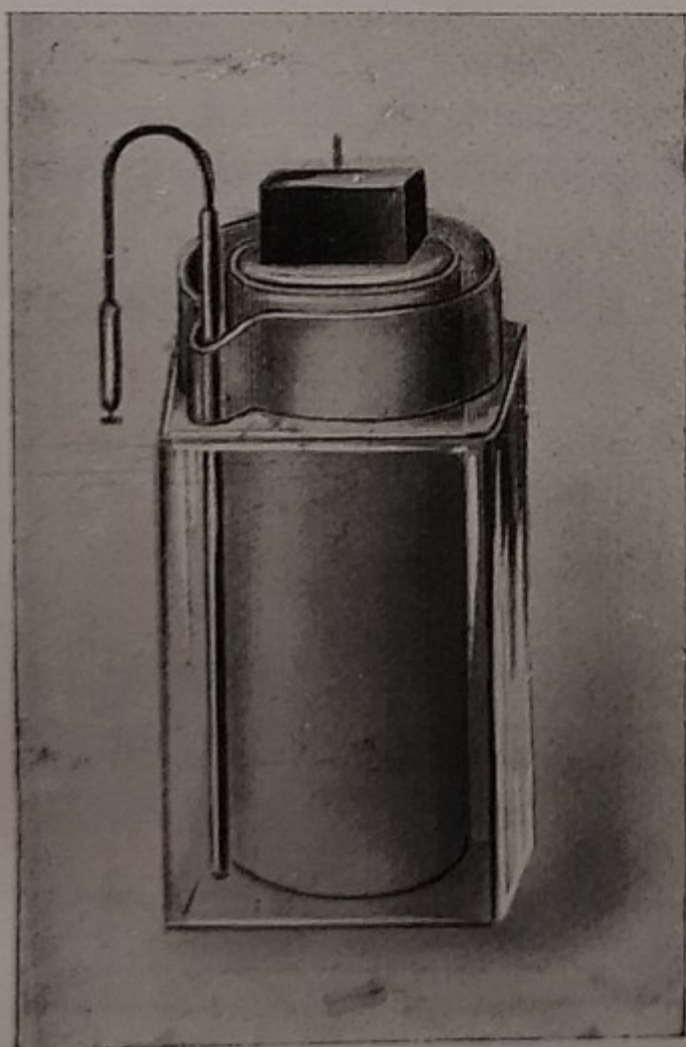

Fig. 221. — Pila di LECLANCHÉ.
b) *Pila a sacchetto* o di *Leclanché*. Quando si vogliono pile leggere maneggiabili senza pericolo ma ci si contenta di deboli correnti, servono le pile sistema Leclanché (fig. 221). Nelle pile tascabili per lampadine elettriche da 4 volt, tre di queste pile sono riunite in serie. La loro f. e. m. è in media di volt 1,4 per elemento. In esse lo zinco costituisce il recipiente esterno; l'eccitazione è data non da un acido liquido, ma da una pasta umida contenente cloruro d'ammonio. Il polo positivo è un bastoncino di carbone di storta (carbone duro, sonoro e conduttore dell'elettricità che si produce nei recipienti di distillazione del carbon fossile per la fabbricazione del gas illuminante) circondato da un impasto di polvere di carbone e di biossido di manganese, che assorbe e scioglie l'idrogeno e l'ammoniaca che si formano. La pila tende a polarizzarsi, ma, lasciata in riposo, si rigenera. Bisogna dunque usarla ad intermittenza ed interrompere il consumo di corrente quando le lampadine da 4 volt si arrossano.